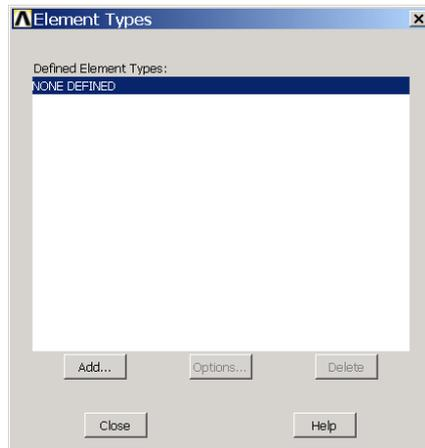

图1.22 【Element Types】对话框
(1) 单击 Main Menu>Preprocessor>Element Type>Add/Edit/Delete 菜单，弹出如图 1.22 所示的【Element Types】对话框。